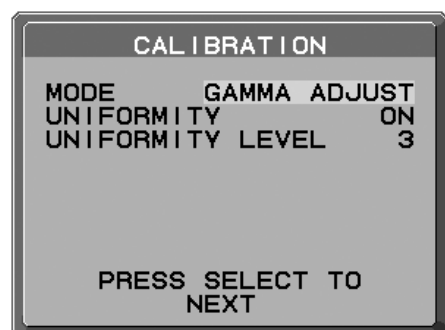

Figure 14
- Sélectionnez GAMMA ADJUST pour le mode de sélection (**Figure 14**).